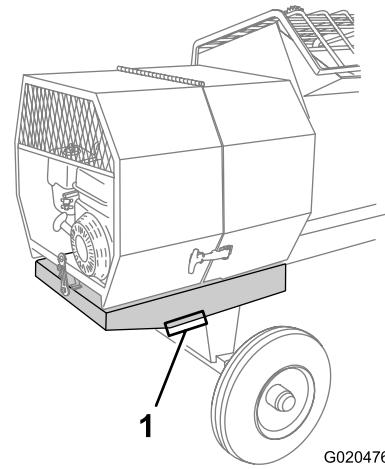

Figure 22
3. Placez une chandelle sous chaque point de soutien de l'extension du cadre arrière (Figure 22).